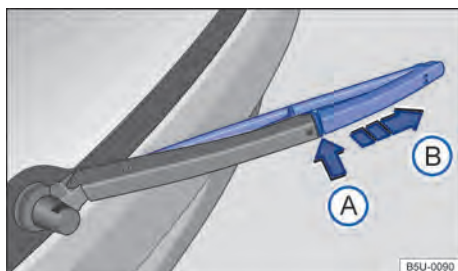

Fig. 179 Substituir a palheta do limpador do vidro traseiro.
- Manter a tecla de destravamento → Fig. 179 ① pressionada.
- Retirar a palheta do limpador do vidro traseiro no sentido da seta ②.